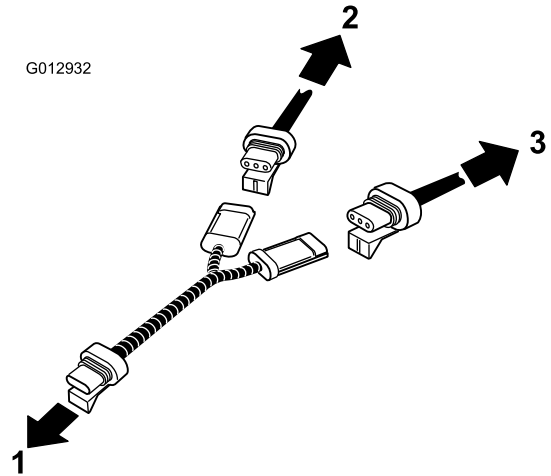

**Figure 13**
14. Sur le couvercle du ROPS, derrière l'ensemble siège, faites passer le faisceau de câblage qui se trouve sous le siège au-dessus du bâti. Assurez-vous que le connecteur d'alimentation du système de pulvérisation est bien sorti de sous le véhicule (Figure 13).